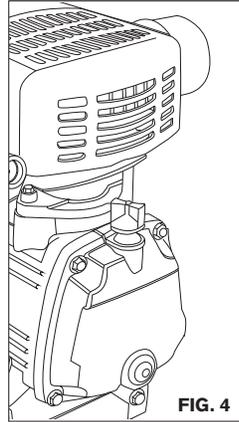

FIG. 4
3. Vérifiez le niveau d'huile toutes les 20 heures de fonctionnement et réapprovisionnez-le si nécessaire (Fig.4).
1. Avant de faire fonctionner le compresseur, remettez le couvercle et le tuyau de prise d'air et le filtre à air (Fig. 4).